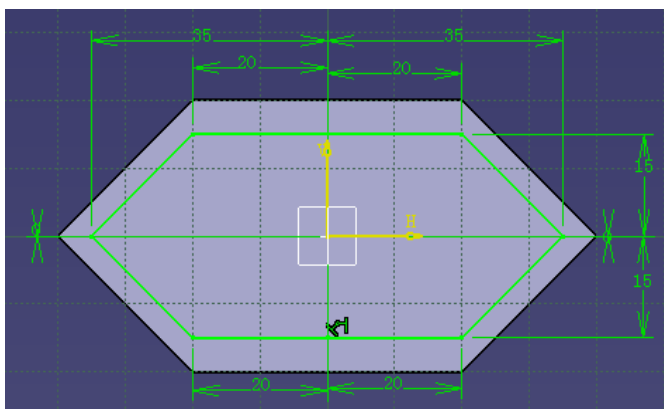

图 3-89
(6) 选择六角形的背面向后进入 Sketcher, 用 Hexagon 画如图 3-89。用 constraint  设定尺寸。